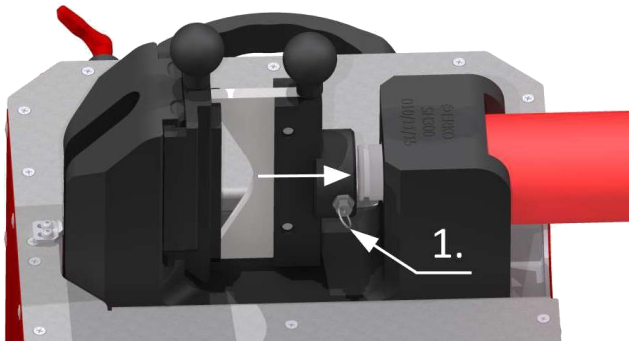

Abb. 13. Sicherung des Schneideinsatzes.
4. Den Sicherungsbolzen des Einsatzes mit dem Messer und auf den Kolben aufschieben, bis der Bolzen vollständig angeschlossen ist, abziehen (Abb. 13 Pos. 1).